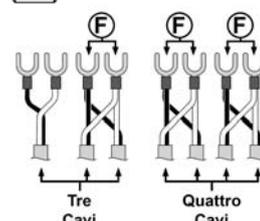

Fig.10
- Tagliate i connettori di due dei cavi elettrici da collegare (tagliare in tutto 4 connettori). Congiungere i quattro poli elettrici a coppie su nuovi connettori (F) forniti in dotazione ai comandi remoti. (Fig.10)